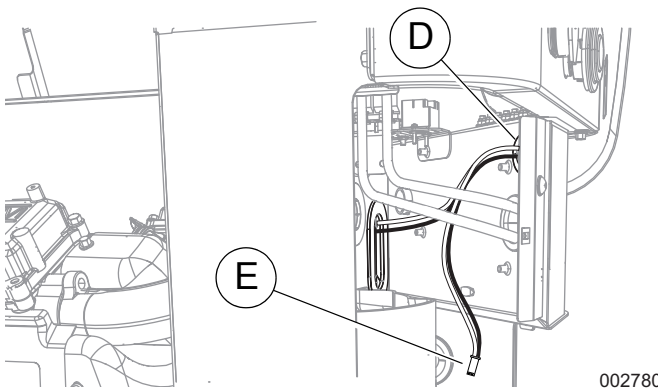

Figure 8. Acheminement des fils au branchement du client (modèles de 11 à 22 kW)
5. Voir la **Figure 8**. Faites passer les fils dans l'œillet du panneau de branchements du client (D). Si aucun chauffe-batterie ne sera branché sur la prise non utilisée du faisceau de fils en Y (E), roulez les fils et fixez-les à l'aide d'un fil d'attache en plastique. Fixez tous les fils avec des fils d'attache en plastique à au moins 1 cm (0,5 po) des tuyaux de carburant.